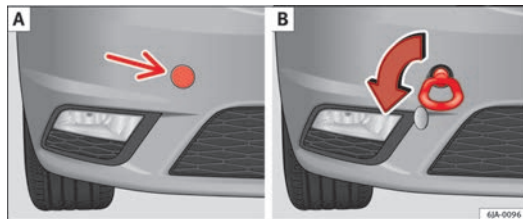

Fig. 145 Paraurti anteriore: copertura/montaggio dell'occhio di traino
- Fare pressione sulla zona sinistra della copertura nel punto indicato dalla freccia ⇒ fig. 145 - A.
- Avvitare a mano l'occhio di traino girandolo verso sinistra fino al fermo ⇒ fig. 145 - [B].